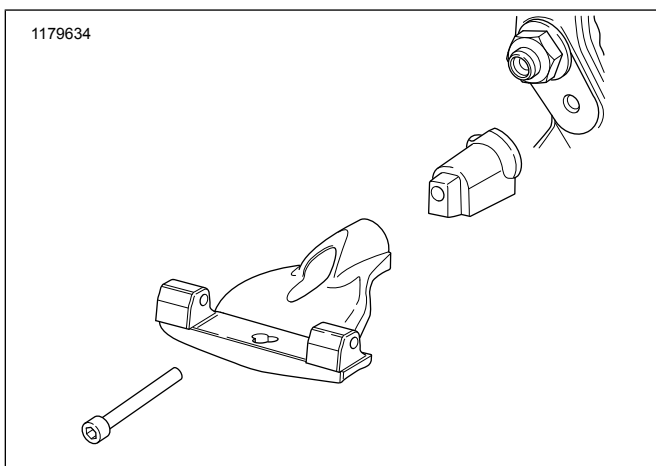
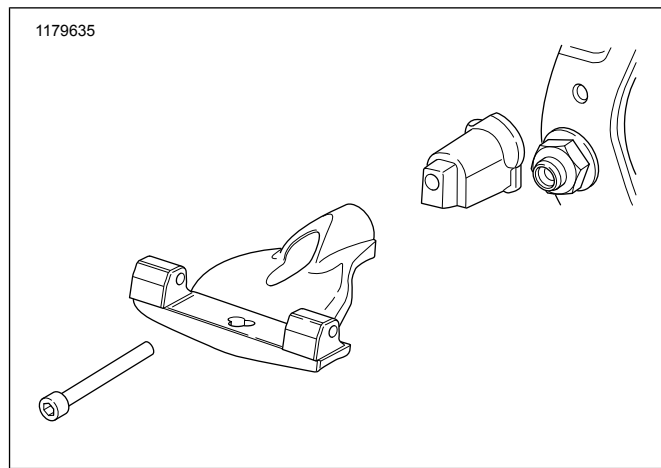

Figura 4. Instalación lado izquierdo: FXBR/S, FXBB, FLFB/S, FLSL, FXLR
Figura 5. Instalación lado izquierdo: FLSB, FLHC, FLDE
- Para los modelos **FXBR/S, FXBB, FLFB/S, FLSL y FXLR**, vea Figura 4. Para los modelos **FLSB, FLDE y FLHC**, vea Figura 5. Coloque el montaje de la placa apoyapiés. Aplique fijatornillos Loctite 243 al tornillo de casquete con cabeza de casquillo e insértelo a través del conjunto del tablero del piso y el adaptador adecuado, y dentro del agujero de montaje.